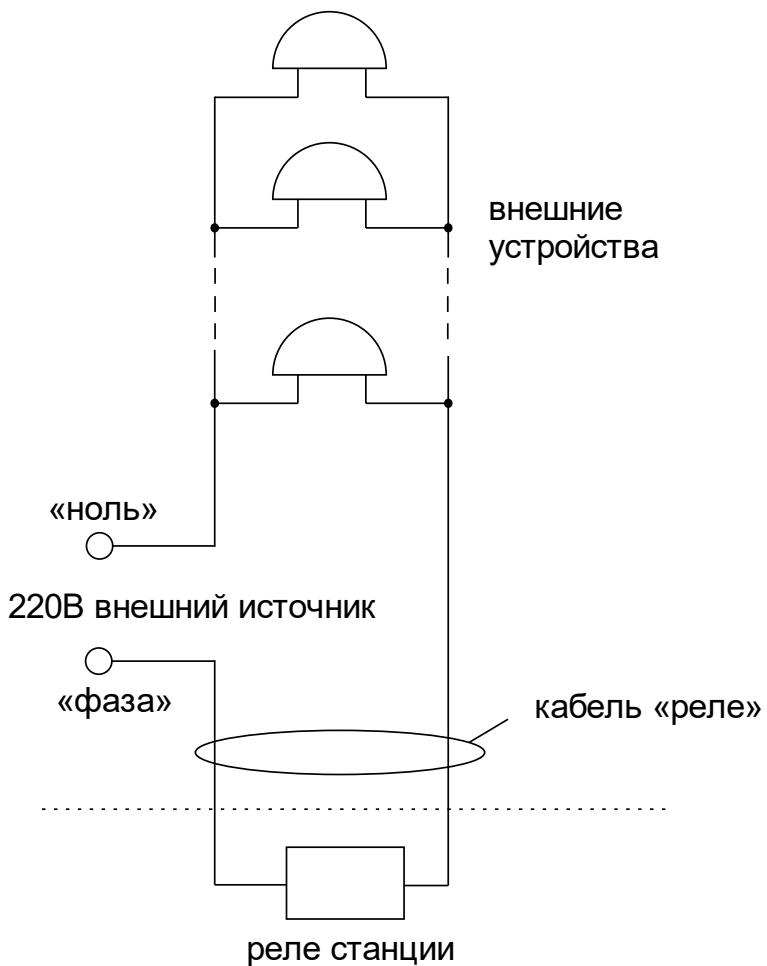

Рис. 1.
4.5 Подсоедините кабель «Реле» через клеммную коробку следующим образом (см. рис. 1). На один из проводов кабеля «Реле» необходимо подать «фазу» внешней питающей электросети 220 В, предназначенный для питания внешних устройств; второй конец кабеля «Реле» подключить непосредственно к одному из входов питания внешних устройств; другой вход питания внешних устройств подключить на «ноль» питающей электросети 220 В. Все внешние устройства должны быть соединены друг с другом по входам питания параллельно. К внешним устройства относятся, например, школьные звонки громкого боя.